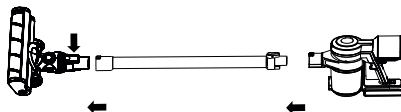

Рис. 6
- Для снятия турбощеточки нажмите на фиксатор, отмеченный стрелкой на рисунке, а затем отсоедините моторный блок с пылесборником и турбощеточку от трубки-удлинителя (рис. 6).